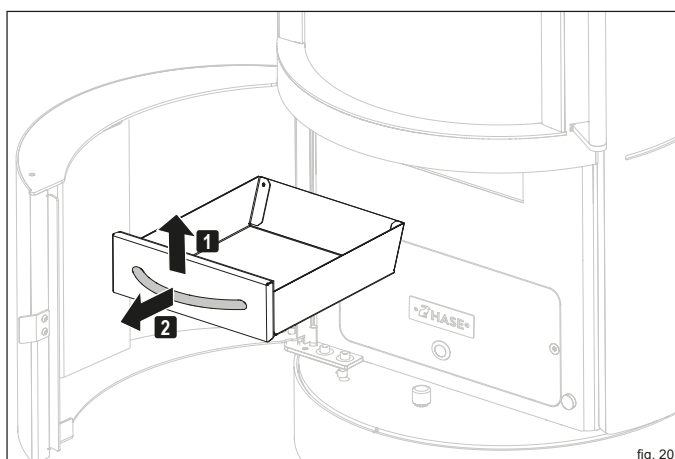

fig. 20
- ▶ Estrarre dall'apertura il cassetto di raccolta della cenere presente sul coperchio (fig. 20).
- Estrarre dall'apertura il cassetto di raccolta della cenere presente sul coperchio (fig. 20).